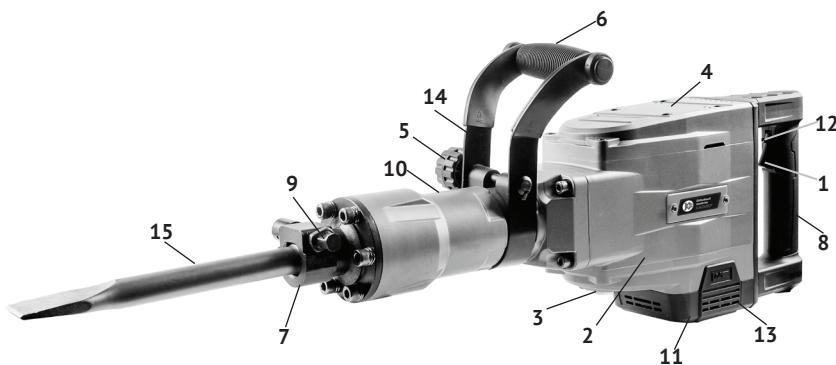

рис. 1
1.1.3 Основные узлы молотка (двигатель, редуктор и ударный механизм) расположены в металлическом корпусе (рис.1 поз.2) закрытом крышкой (рис.1 поз.4).
Крутящий момент с якоря электродвигателя, расположенного вертикально, через систему шестерён, передаётся на кривошипно-шатунный механизм. Кривошипно-шатунный механизм приводит в действие ударный узел молотка. В зависимости от вида выполняемой работы, в патрон вставляется необходимая насадка (пика, долото) с соответствующим хвостовиком. Дополнительная рукоятка (рис.1 поз.6) хомутом крепится на цилиндрической части корпуса цилиндра (рис.1 поз.10). Фиксируется рукоятка гайкой (рис.1 поз.5), в любом положении (от 0° до 360°), что удобно пользователю, как «правше», так и «левше».
1.1.4 Клавиша выключателя (рис.1 поз.1) расположена в передней части рукоятки (рис.1 поз.8), крепящейся к корпусу молотка (рис.1 поз.2). Во включённом положении клавиша фиксируется кнопкой (рис.1 поз.12)
Включение/отключение инструмента осуществляется нажатием/отпусканiem клавиши выключателя. Для продолжительной работы молотка, клавиша выключателя фиксируется в положении «включено» кнопкой (рис.1 поз.12).
Снизу, на корпусе молотка расположено окно смазки редуктора, закрытое крышкой (рис.1 поз.3). Перед каждым использованием инструмента отвернуть крышку, проверить наличие смазки кривошипно-шатунного механизма, при необходимости добавить из ёмкости, входящей в комплект.
Общий вид молотка представлен на рис. 1
- вращением гайки-фиксатора (рис.1 поз.5) ослабить хомут (рис.1 поз.14) дополнительной рукоятки (рис.1 поз.6);
Для продолжительной работы клавиша выключателя фиксируется в положении «Включено» кнопкой (рис.1 поз.12). При повторном нажатии на клавишу, она и кнопка фиксации возвращаются в исходное положение «Выключено».
- демонтировать накладку щёткодержателя (рис.1 поз.13);